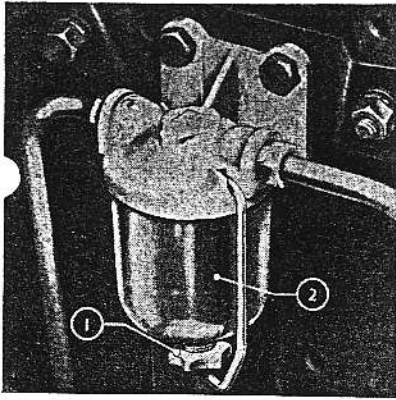

Fig. 26
2. Draai de klemmoer (fig. 26) los, druk de klem naar één kant en neem de kolf weg.